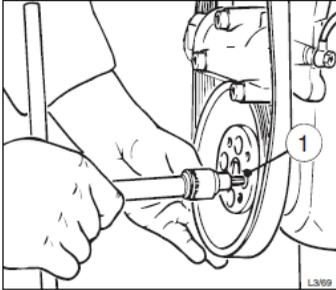

Abb. 55 – Nachziehen der Riemenscheibe
- Die Riemenscheibe mit der zylindrischen Schraube „1“ (siehe Abb. 55) leicht nachziehen, ohne dass die Riemenscheibe noch völlig zentriert ist.